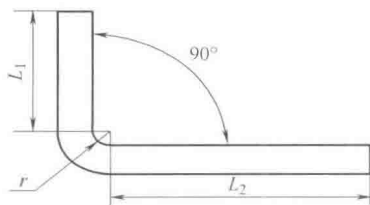

图 3-115 零件折弯后的尺寸关系
2) 成形/折弯：在设计模仁时，需要对成形和折弯尺寸进行展开计算，以便确认下料宽度和对应工件的尺寸。如图 3-115 所示，假设材料厚度为 T ，当零件折弯后的内侧半径 $r > 0.5T$ 时，弯曲件（按中性层不变计算）的展开长度为 L 。